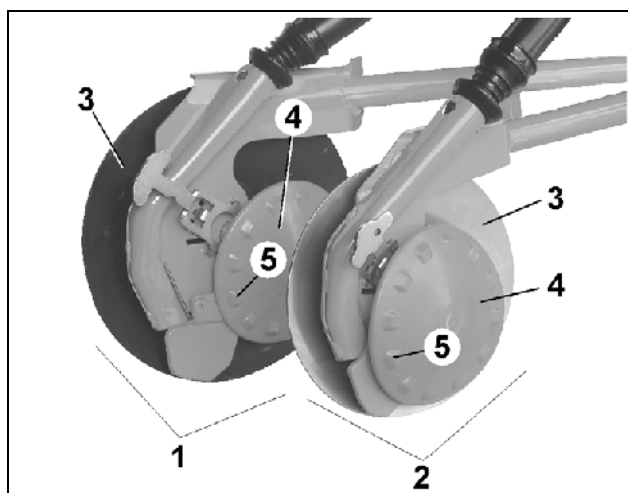

Fig. 19
- Brăzdarul RoTeC- (Fig. 19/2)
- Brăzdarul RoTeC + (Fig. 19/1)
Brazda semănată este modelată prin intermediul discului de oțel și a piesei de fontă dură. Partea din spate a discului se curăță prin intermediul unui disc flexibil din poliuretan (PU), (Fig. 19/4) care este fixat prin presare pe discul de oțel. Profilele reliefate (Fig. 19/5) asigură o antrenare suplimentară.
Discul PU (Fig. 19/4) folosește și la limitarea adâncimii, prin faptul că rulează pe sol, limitând astfel pătrunderea discului de oțel în sol.